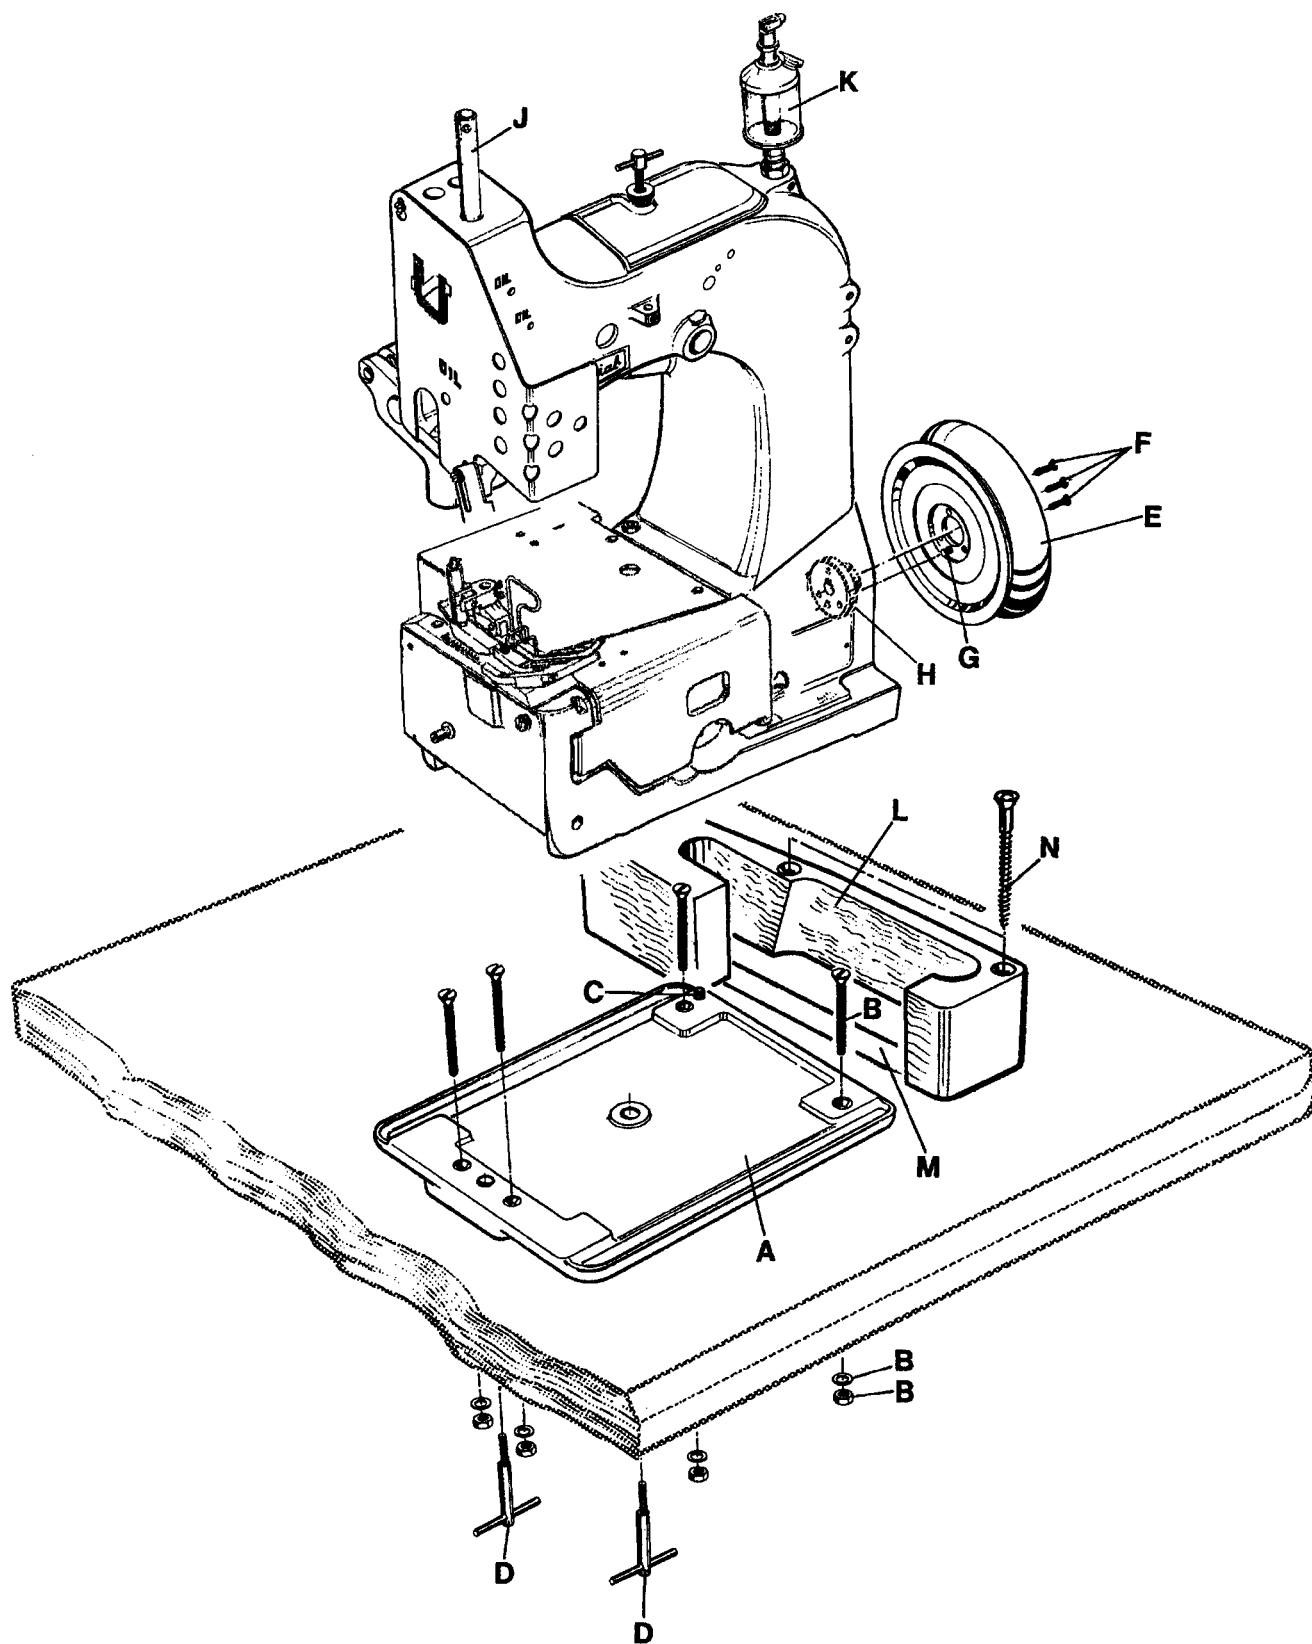
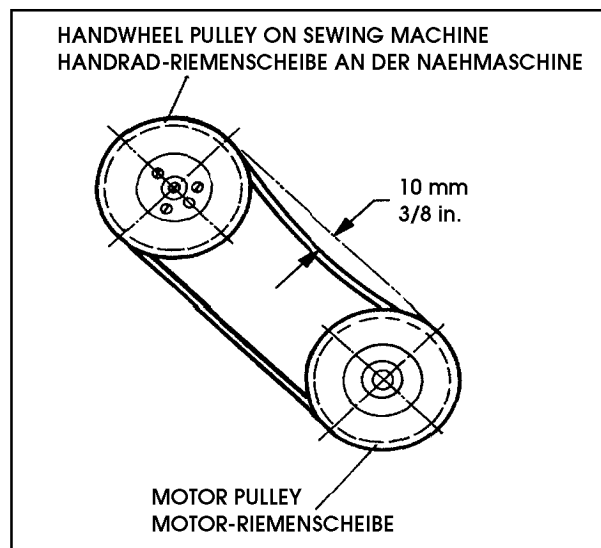

Fig. 1
Fig. 2
2. Mount the base plate (A, Fig. 1) with four screws, nuts and washers (B) in the provided holes on the table board.
3. Place the sewing machine on the base plate so that the roll pin (C) in the base plate engages with the right rear hole in the machine base.
4. Fasten the sewing machine with the two T-screws (D) on the base plate.
6. Assemble the handwheel pulley (E) with three countersunk screws (F) to the sewing machine. Pin (G) must engage with the hole in hub (H).
7. Screw in needle bar guard (J).
8. Screw in sight feed oiler (K).
9. Align the handwheel belt guard (L) with the V-belt slot (M) in the table board and with the handwheel pulley and fasten it with two wood screws (N) on the table board.
10. Dismount motor belt guard. Place the V-belt around the motor pulley and slue the motor to tense the belt. The tension on the V-belt is correct, when with moderate finger pressure it will deflect approx. 10 mm (3/8 in.) midway between handwheel pulley on the sewing machine and motor pulley (see Fig. 2). Remount motor belt guard.
2. Montieren Sie die Grundplatte (A, Fig. 1) mit vier Schrauben, Muttern und Scheiben (B) in den dafür vorgesehenen Bohrungen auf der Nähtischplatte.
3. Stellen Sie die Nähmaschine auf die Grundplatte, so daß die Spannhülse (C) in der Grundplatte in der Bohrung rechts hinten im Maschinensockel eingreift.
4. Befestigen Sie die Nähmaschine mit den beiden Knebelschrauben (D) auf der Grundplatte.
6. Montieren Sie die Handrad-Riemenscheibe (E) mit drei Senkschrauben (F) an die Nähmaschine. Der Stift (G) muß in die Bohrung in der Nabe (H) eingreifen.
7. Schrauben Sie den Nadelstangenschutz (J) ein.
8. Schrauben Sie den Tropföler (K) ein.
9. Richten Sie den Handrad-Riemenschutz (L) zum Keilriemenschlitz (M) in der Nähtischplatte und zur Handrad-Riemenscheibe aus und befestigen Sie ihn mit zwei Holzschrauben (N) auf der Nähtischplatte.
10. Bauen Sie den Motor-Riemenschutz ab. Legen Sie den Keilriemen um die Motorriemenscheibe und schwenken Sie den Motor, um den Riemen zu spannen. Der Keilriemen ist richtig gespannt, wenn er in der Mitte zwischen Handrad-Riemenscheibe und Motor-Riemenscheibe mit mäßigem Fingerdruck etwa 10 mm eingedrückt werden kann (siehe Fig. 2). Bauen Sie den Motorriemenschutz wieder an.